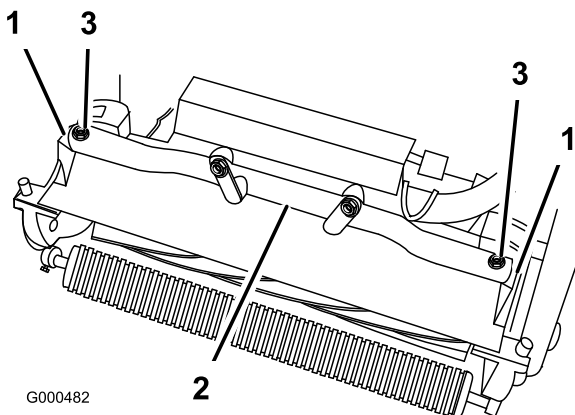

Figure 14
4. Retirez les (2) boulons de fixation des bras de pivot du plateau de coupe au tube du bâti du groupe de déplacement (Figure 14).
5. Tournez les bras de pivot vers l'avant (Figure 14) et appuyez le groupe de déplacement sur la béquille bloquée.